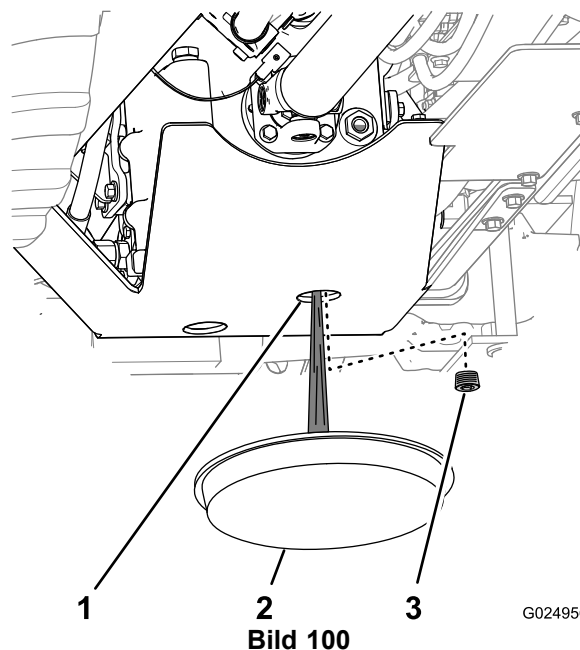

Bild 100
- Reinigen Sie durch das Getriebeschutzblech den Bereich um die Getriebeablassschraube (Bild 100).
- Stellen Sie eine Auffangwanne unter das vordere Loch im Getriebeschutzblech (Bild 100).